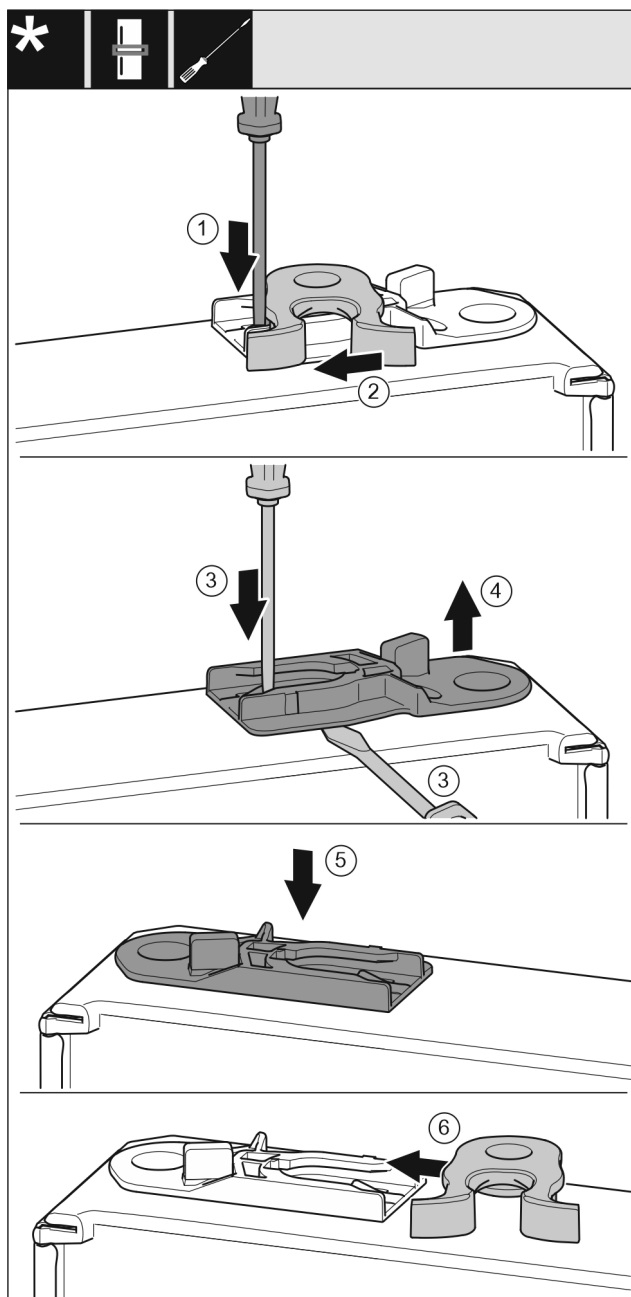

Fig. 20
- Spingere verso il basso la linguetta Fig. 20 (1) con il cacciavite a intaglio.
- Estrarre il gancio di chiusura Fig. 20 (2) dalla guida.
- Estrarre la boccola di guida Fig. 20 (3, 4): Premere la linguetta con un cacciavite a intaglio e allo stesso tempo spostare in basso la boccola di guida con il cacciavite a intaglio.
- Inserire la boccola di guida Fig. 20 (5) inclusa nella fornitura sull'altro lato dell'alloggiamento.
- Spingere il gancio di chiusura Fig. 20 (6) nella guida.